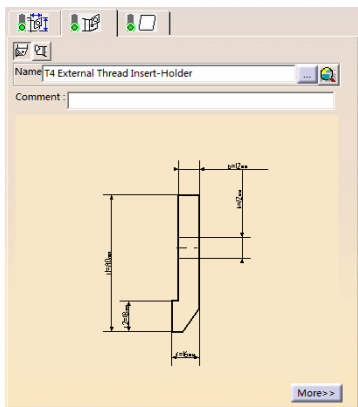

图 6-75 刀柄选项卡 (4)
● 单击刀具参数选项卡中的，切换到刀柄选项卡 (4)，设置刀柄的参数，如图 6-75 所示。